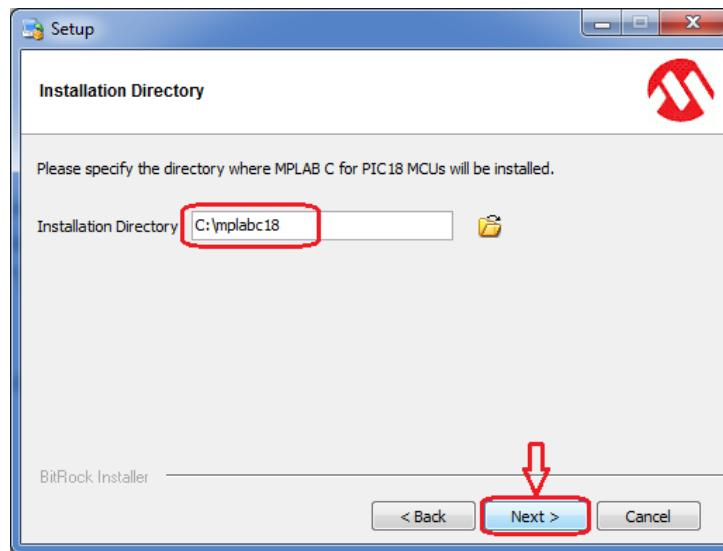

Figura 3.15 - Escolha do diretório onde será instalado o C18.
- 4) No próximo passo deve-se escolher o diretório onde o compilador C18 será instalado. É muito importante que o diretório seja C:\mplabc18. Mude o caminho padrão presente na instalação para o C:\mplabc18. Isso evita erros e padroniza a instalação. Clique em “Next” (ver Figura 3.15).